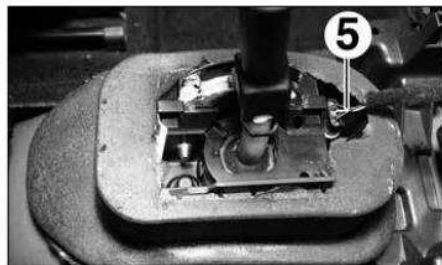

FIG. 3
- Staccare il connettore (5) del sensore posizione leva marce (Fig.3).